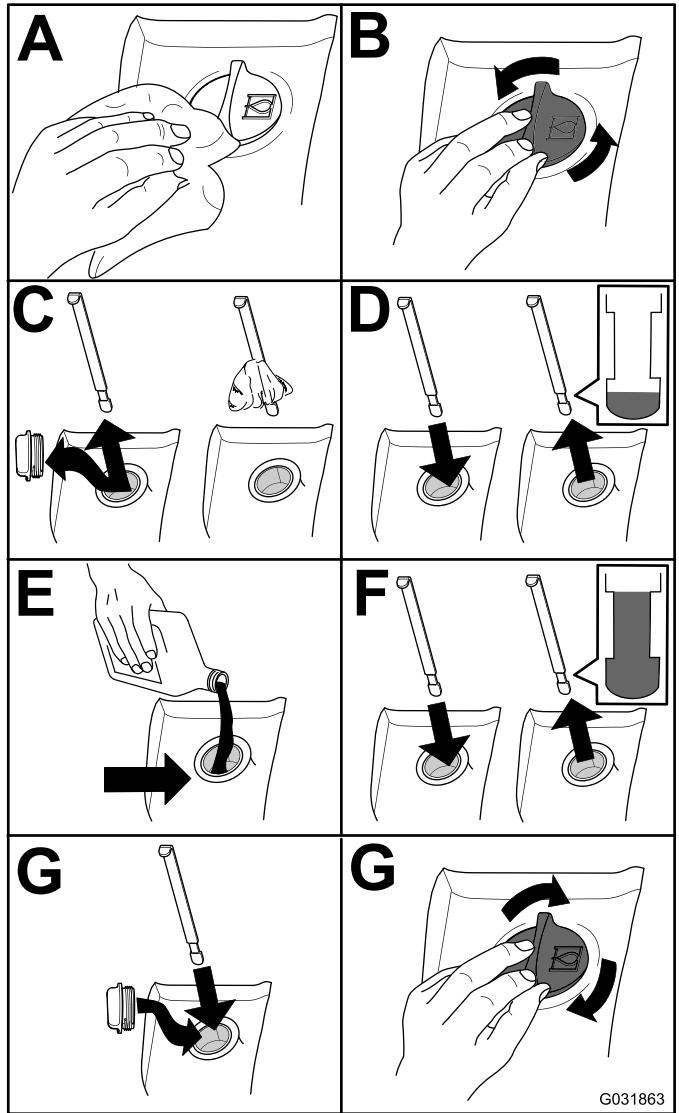

Figura 76
2. Controllare il livello del fluido idraulico (Figura 76).